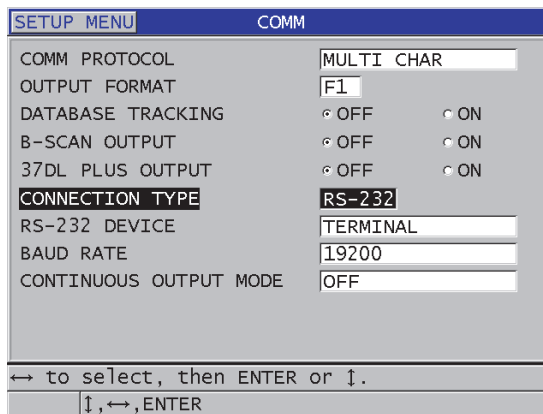

Figura 14-3 Pantalla de los parámetros de comunicación
7. En la pantalla **COMANDO** (COMM) [ver Figura 14-3 en la página 286]: